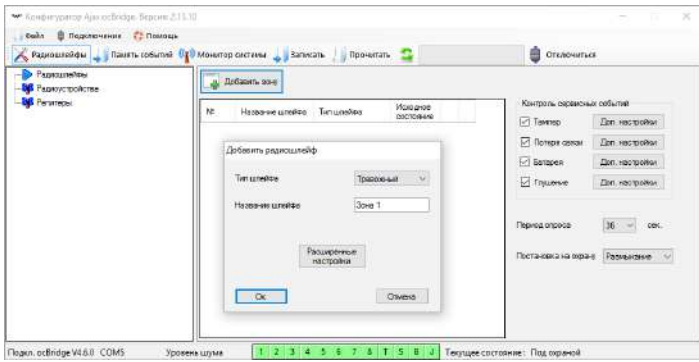

РИС. 3. Добавление зоны
4.2. Каждый подключаемый к osBridge датчик (устройство) необходимо зарегистрировать, используя программу «Конфигуратор Ajax osBridge». Для регистрации датчиков нужно создать в конфигураторе зону(ы), если они не были созданы ранее. Для создания зоны надо выбрать курсором пункт «Радиослейфы» и нажать кнопку «Добавить» (РИС. 3).